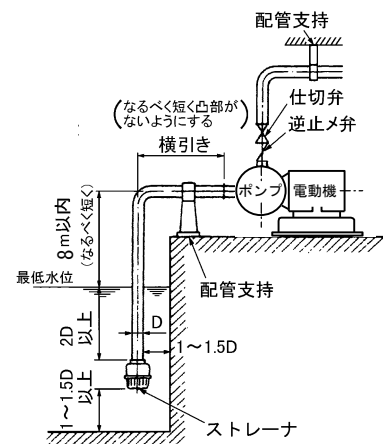

図2 据付図
- (1) ポンプに吸込配管、吐出し管の荷重がかかると芯狂いの原因となりますので、図2のように十分な配管支持をしてください。
- (2) 配管が長い場合、実揚程が高い場合、自動運転の場合、および2台以上のポンプの並列運転の場合には必ずポンプの吐出し側に逆止め弁を取付けてください。逆止め弁は、ポンプ本体と吐出し弁の間に取付けてください。
- (3) 装置上どうしても空気だまりが避けられない箇所には、空気抜き弁を取付けてください。ただし、吸込配管などで負圧になる所には取付ないでください。逆に空気を吸込みます。
(a) 吸込配管の末端は図2のように管径（D）の2倍以上深く、底より1～1.5D以上離してください。